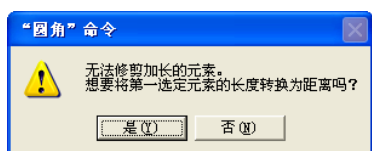

图 3-7 圆角命令消息框
单击【操作】工具栏中的【圆角】图标，然后选择两条相连的线，单击完成后，会出现如下的【“圆角”命令】消息框，如图 3-7 所示，这是因为我们已经设置了线长，在增加倒角时要对设置的线长进行修改，程序让再次确认是否修改，单击【是 (Y)】按钮。